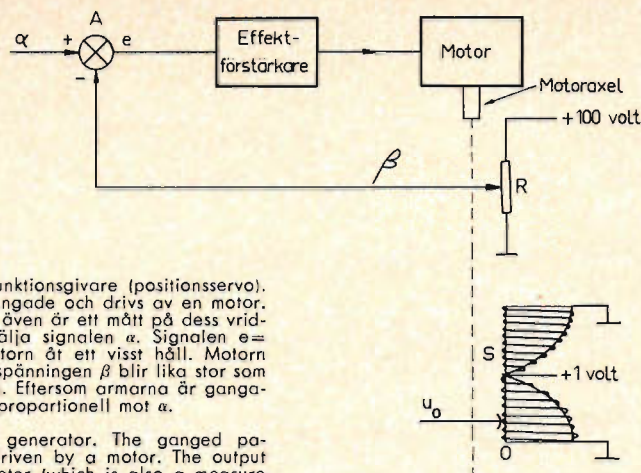
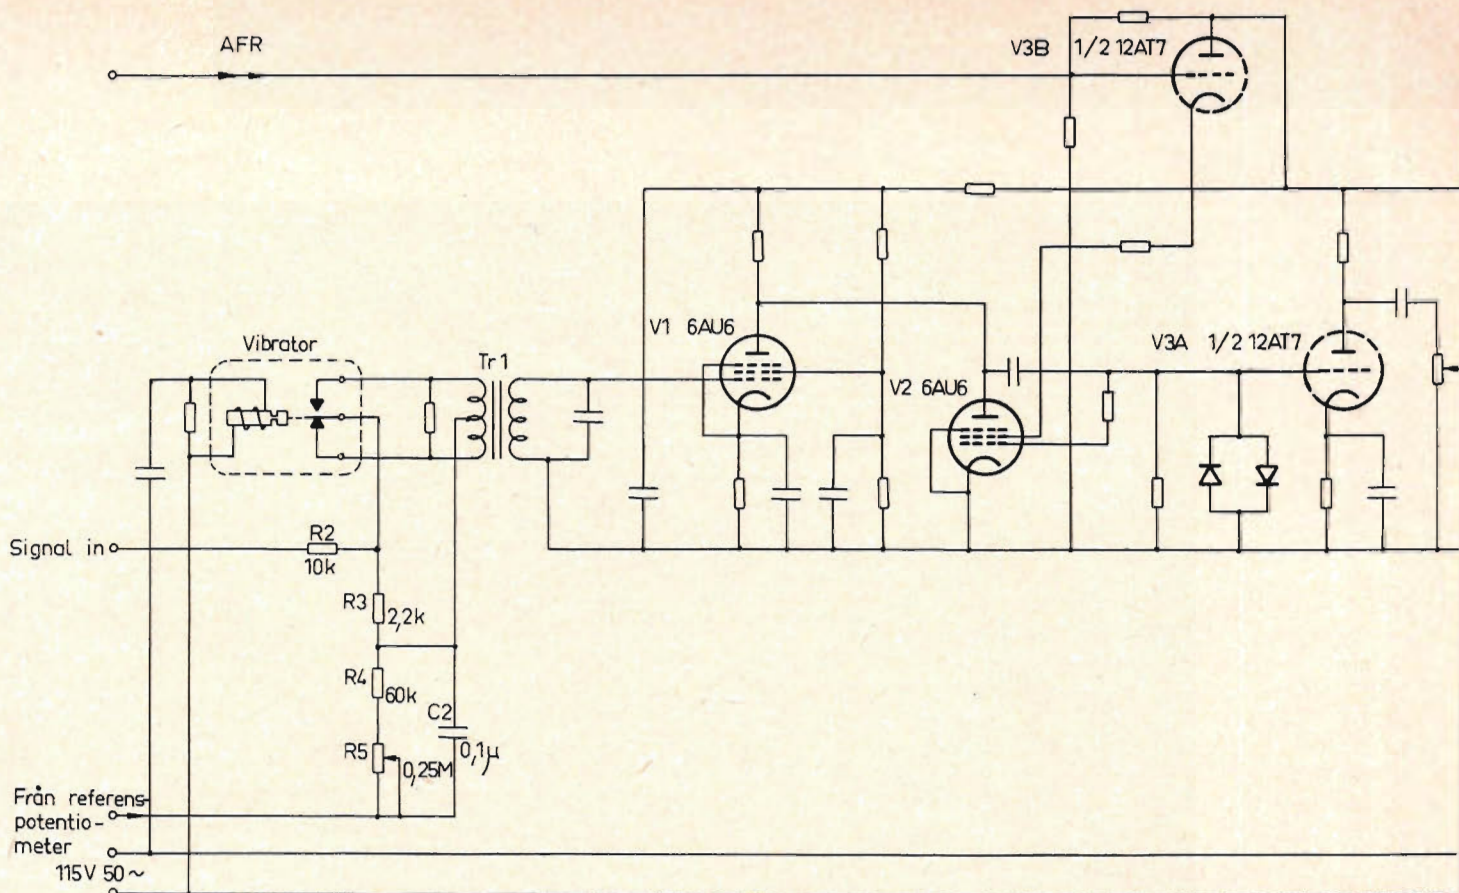

Fig. 30
Fig. 33
Potentiometern i fig. 30 har här försetts med mittuttag så att signalen även kan anta negativa värden.
In order to make it possible for signal α to assume negative as well as positive values, the potentiometers in fig. 30 are centre-tapped.
tentiometern automatiskt följer en signal α , har man den räknearbetsenhet som behövs för att lösa ekv. (40). En sådan automatisk följning kan åstadkommas med ett *positionsservo* enligt fig. 30. Ett sådant fungerar på följande sätt: en signal α matas in till den med A markerade enheten, vilken ger en utstorhet $e = \alpha - \beta$, där β är spänningen från en linjär potentiometer R, som matas med en fast spänning, i detta fall ± 100 volt. En motoraxel är kopplad till potentiometeraxeln, och S är en potentiometer av samma slag som i fig. 29. Potentiometern R och S är gangade, så att när armen på potentiometern R befinner sig i bottenläge, befinner sig armen i potentiometer S i det med 0 markerade läget.
Servoresolver bestående av servoförstärkare och servomotor M för drivning av potentiometrarna R och S i fig. 30. Jfr schemat i fig. 33.
Servo resolver consisting of servoamplifier and servomotor M for driving potentiometers R and S of fig. 30. Compare with fig. 33.
I fig. 32 visas en servoresolver, uppbyggd av två huvuddelar, nämligen av servoförstärkaren och den från en servomotor drivna växelådan med potentiometrarna. Servoförstärkaren (fig. 33) kan uppdelas i ingångskrets, omvandlare och effektförstärkare; den sistnämnda matar kontrollfasen på en tvåfas servomotor.